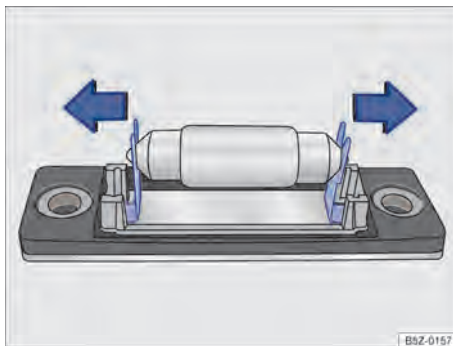

Fig. 184 Lanterna da placa de licença: remover a lâmpada.
5. Retirar cuidadosamente a lâmpada pressionando as travas ⇒ Fig. 184 no sentido das setas.